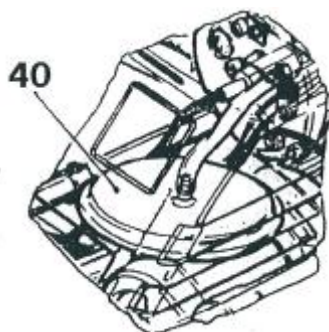

РИС.14
ВЫКЛЮЧАТЕЛЬ ДАВЛЕНИЯ ВОЗДУХА (40) (Рис. 14)